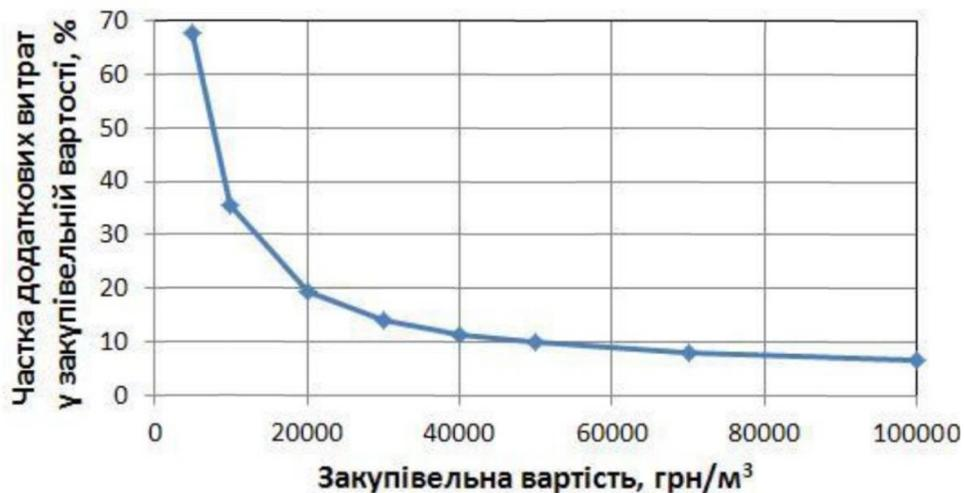

Рис.8.2. Крива вибору постачальника
1. На підставі стовпців 1 і 8 табл. 2.44 побудуємо криву вибору постачальника (рис. 8.2).